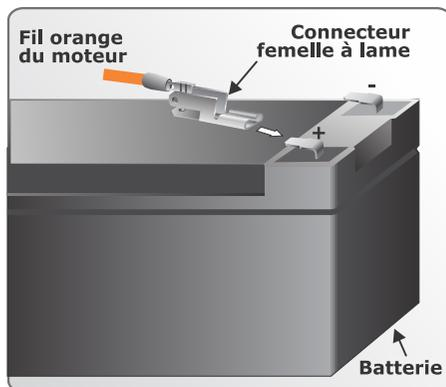

FIGURE 40
7. Connectez l'autre fil orange en le sertissant dans le connecteur à lame femelle (fourni), puis en le reliant à la borne positive (+) de la batterie par l'intermédiaire de l'extenseur à lame mâle à trois voies, comme illustré à la figure 40.